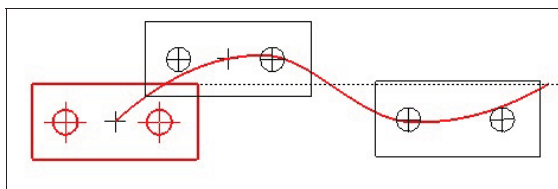

Рис. 11.12. Копии прямоугольников по кривой Безье
Для создания массива копий вдоль кривой (рис. 11.12) возьмем чертеж планки с двумя отверстиями (Эскиз 5), как в предыдущем разделе, но только добавим кривую Безье.
- ◆ укажите направление простановки копий, щелкнув мышью с той стороны, где необходимо расположить копии, — копии будут автоматически созданы (рис. 11.12);